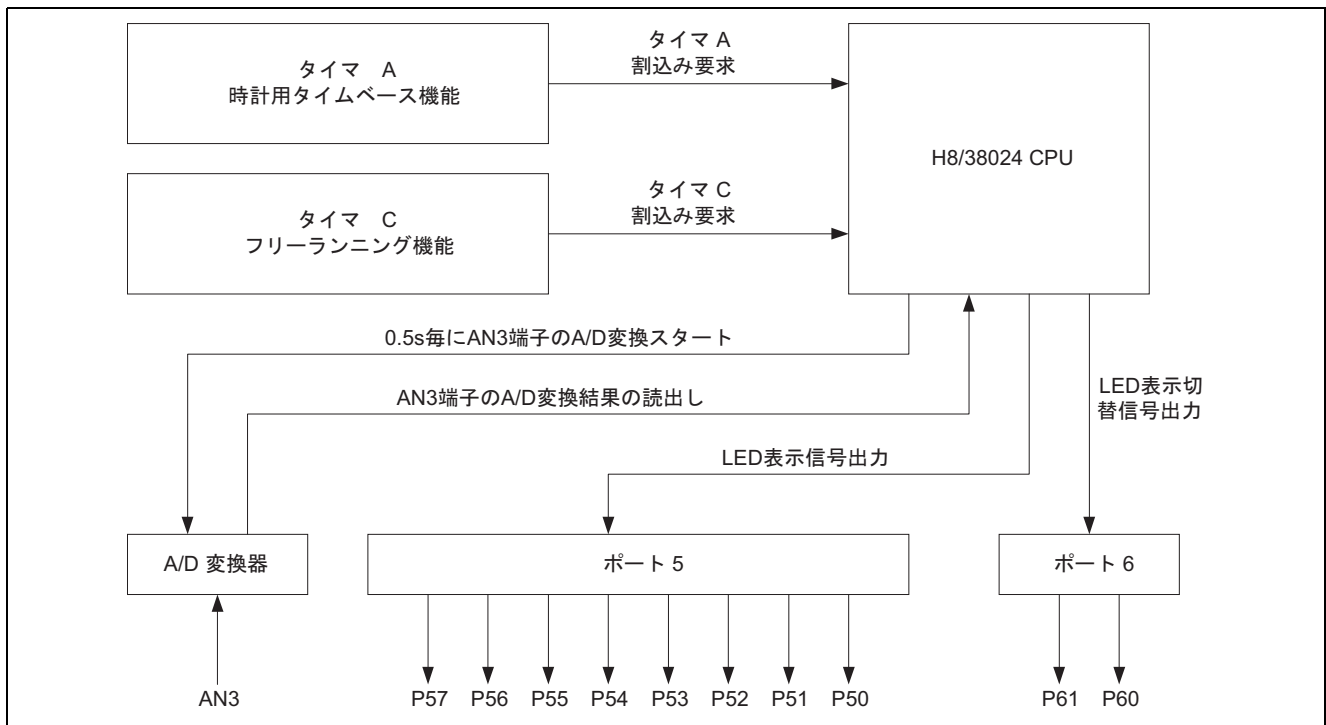

図 4 使用機能ブロック図
(1) 図 4 に本タスク例における H8/38024 の使用機能のブロック図を，表 2 に機能割付を示します。